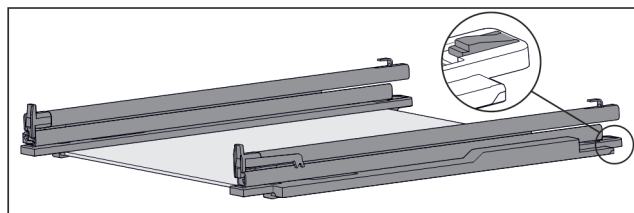

Fig. 126 Glasplade med skinner og holdedele
- ▶ Tryk den bageste del af holdedelen ned (se *Fig. 126*), og skub samtidigt skinnen bagud.